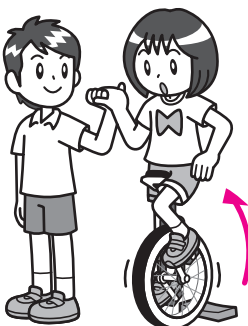

図2
- 4、補助者の手を借り(手すりを使い)、そのまま利き足側のペダルに利き足を乗せて踏み込みます。(図2)
- 5、もう一方の足を後ろからペダルをまたぎ越すようにし、その足を前方に降ろします。(図2、3)